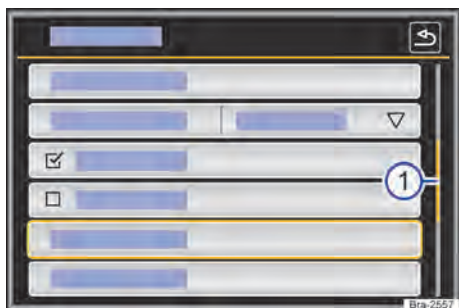

Fig. 122 Representación esquemática: entradas de la lista en el menú de configuraciones.
Se puede acceder a las entradas de la lista mediante un toque directo en el display o por medio de la tecla de regulación → **fig. 122** ④.
Si en una vista de lista hay más registros seleccionables de los que se puede ver, se muestran superficies de función para desplazar o una barra de desplazamiento a la derecha en la imagen → **fig. 122** ①.